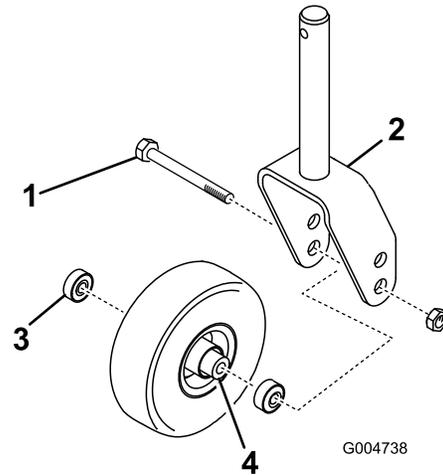
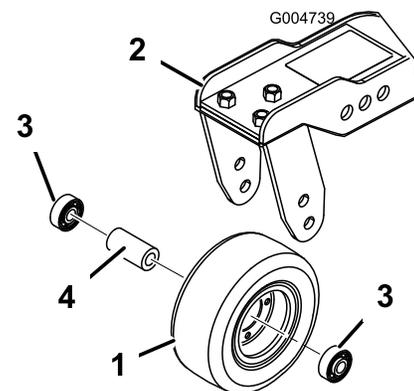

Figure 75
Figure 76
1. Retirez le contre-écrou du boulon qui fixe la roue pivotante entre la fourche (Figure 75) ou le bras de pivot (Figure 76).
3. Enlevez le roulement du moyeu de la roue et laissez tomber la douille d'écartement à l'extérieur (Figure 75 et Figure 76).